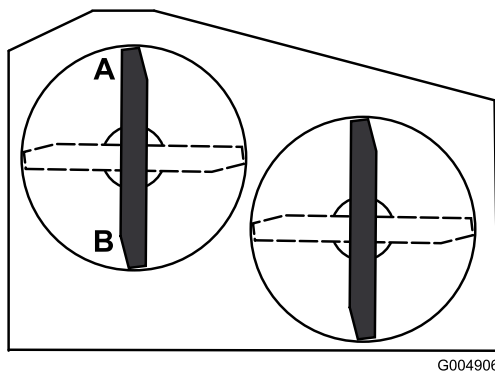

Figure 56
2. Tournez une lame dans le sens longitudinal. Mesurez la distance aux points **A** et **B** entre une surface plane et le bord coupant des pointes des lames (Figure 56).